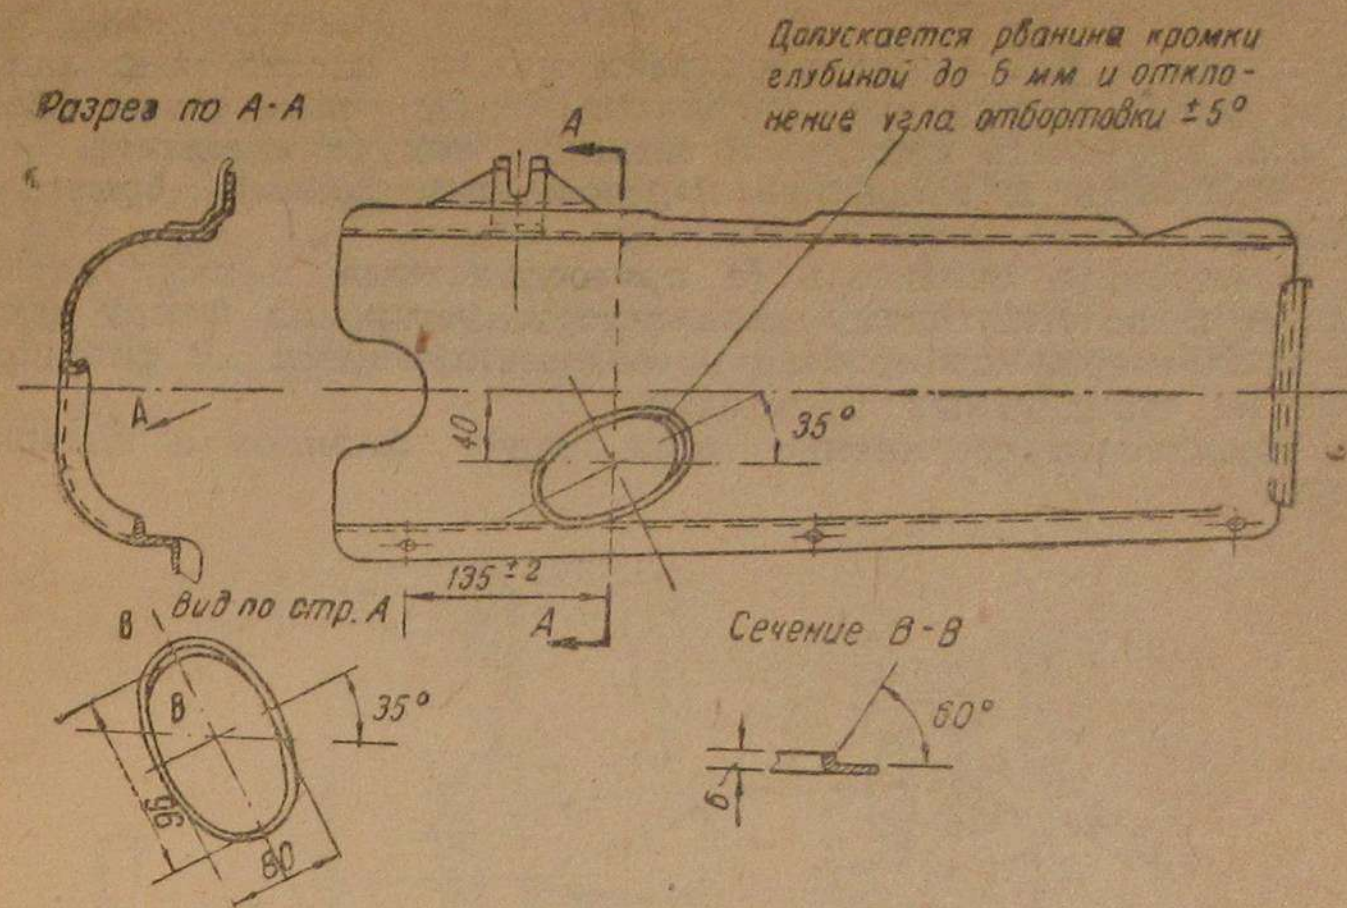

Рис. 13. Правый брызговик двигателя ГАЗ-АА в измененном виде.
8. Вырубить в правом брызговике двигателя одно отверстие для прохода гофрированного шланга от газопроводящей трубы к смесителю (рис. 13).